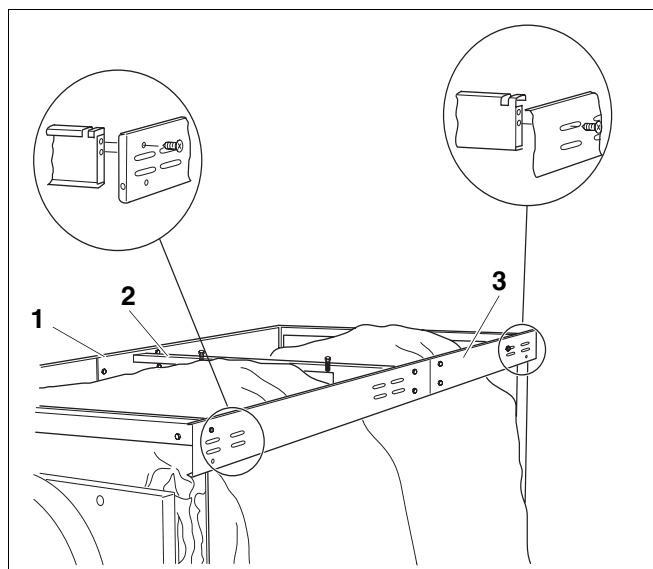

Fig. 12 Fastskruning af traverser
- Hægt den første sidetravers (fig. 12, **pos. 1**) på udsparringen på forreste, midterste og bagerste travers med U-kanten.
- Traversen skrues i det runde hul foran og i langhullet bagved med en pladeskrue hvert sted (fig. 12).
- Hægt den anden sidetravers (fig. 12, **pos. 3**) på udsparringen på forreste, midterste og bagerste travers med U-kanten.
- Juster sidevæggens position med skruerne (fig. 12, **pos. 4** på side 13).